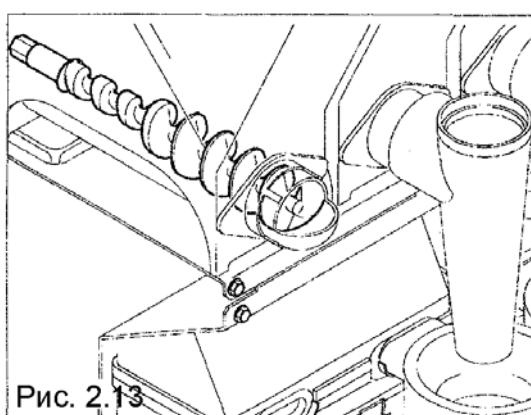

Рис. 2.13
- Редукторный двигатель для растворимых продуктов приводит в движение винтовой конвейер, чтобы выдать запрограммированное количество продукта в миксер (в некоторых версиях несколько продуктов можно обрабатывать в одном миксере, например молоко и шоколад) (рис. 2.13).
- После поступления предварительно заданных количеств воды и порошка миксер отключается по истечении времени (T), установленного в процессе программирования.